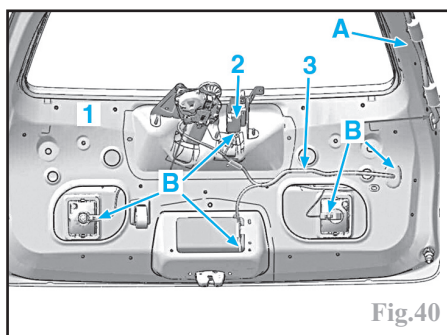

Fig.40
Déposer (sur le volet (1) (Fig.40)) :
-la serrure de vitre (2) (pour décliper le connecteur).
-la gouttière de faisceau électrique en (A).